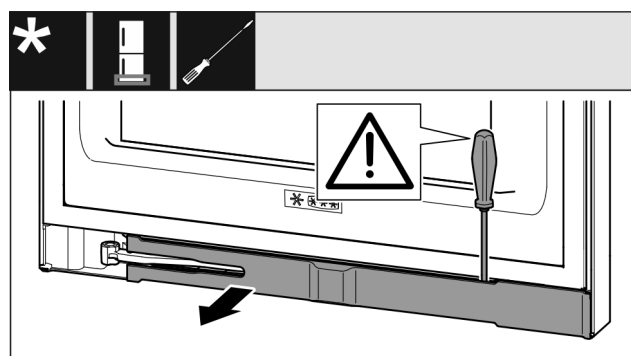

Fig. 16
- ▶ Wyczepić zaślepkę śrubokrętem i odchylić w bok. (patrz Fig. 16)